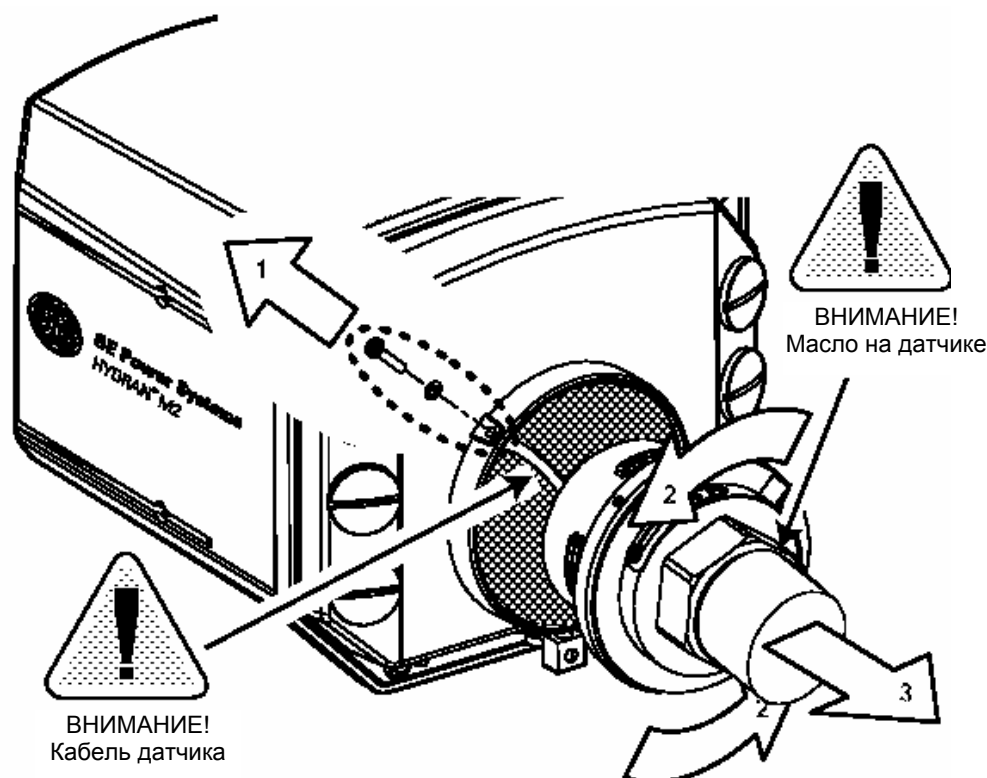

Рис. 3-4. Отделение датчика от системы HYDRAN® M2 (детали 1):
Если в этом есть необходимость, отделите датчик от системы HYDRAN® M2. Сделайте это следующим образом (см. рис. 3-4 на странице 3-19):
1. Отверните два винта (стрелка 1 на рис. 3-4, страница 3-19), которые прикрепляют друг к другу систему HYDRAN® и ее датчик. Будьте внимательными, чтобы не потерять шайбы винтов.